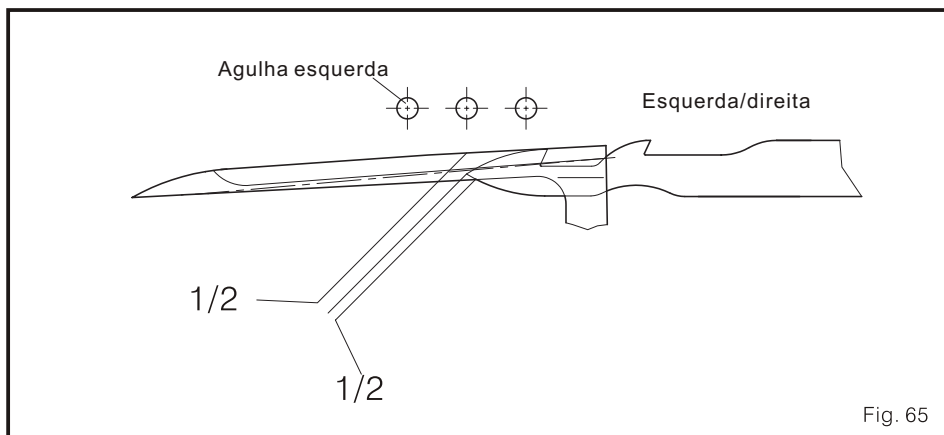

Fig. 65
(1) Quando a agulha fique no ponto mais alto, e o loopar fique no ponto esquerdo, a posição frontal/posterior da faca inferior é aproximadamente 1/2 da grossura do loopar. (Fig. 65)
(2) Quando se ajuste, por favor, solte um pouco os quatro parafusos 2 do apoio do equipamento do refilador inferior. Então, mover o mencionado apoio 1 de atrás para diante para adquirir as características previamente descritas dentro (1). Finalmente, ajuste todos os parafusos fortemente. (Fig. 65)